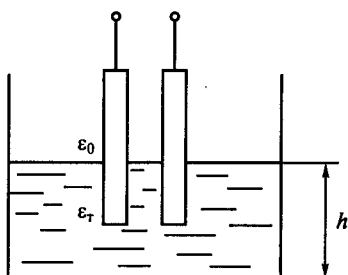

Рис. 270
**12.11.Р.** Емкостный датчик помещен в бак с топливом (рис. 270). По изменению емкости этого датчика определяют уровень жидкости в баке  $h$ . Какой из указанных факторов главным образом влияет на изменение емкости датчика?